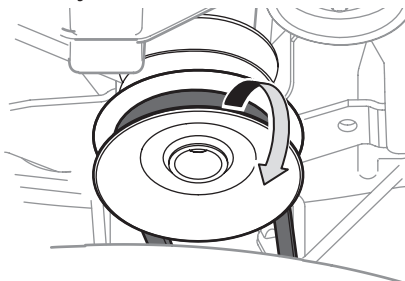

Figura 31
4. Extraiga la correa de alrededor de la p Polea de la PTO del tractor (Figura 31).
- Extraiga la correa de la plataforma de alrededor de la polea de transmisión de la PTO del tractor cortacésped como se indica en la Figura 31 en la página 56. Simplemente deje rodar un lado de la correa para que salga de la polea y luego debe seguir sacándola todo alrededor de la polea hasta que se sale de la polea.
9. Pase la correa de la plataforma a través de la varilla del guardacorrea y colóquela alrededor y sobre la polea de transmisión de la PTO, como se indica en la Figura 31 en la página 56.